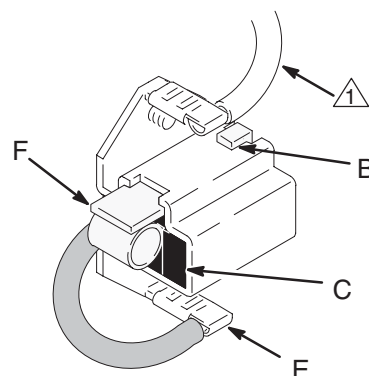

Fig. 6 03881
1. Fig. 6. Instale la nueva escobilla (F), con el hilo conductor, en el portaescobillas (C).
3. Fig. 6. Instale la abrazadera de resorte (A). Introduzca el gancho (B) en el portaescobillas (C).